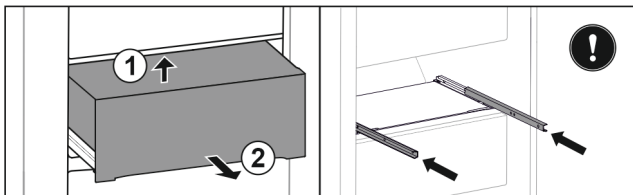

Fig. 114
- ▶ Soulever le tiroir à l'arrière par le bas. Fig. 114 (1)
- ▶ Retirer le tiroir par l'avant. Fig. 114 (2)